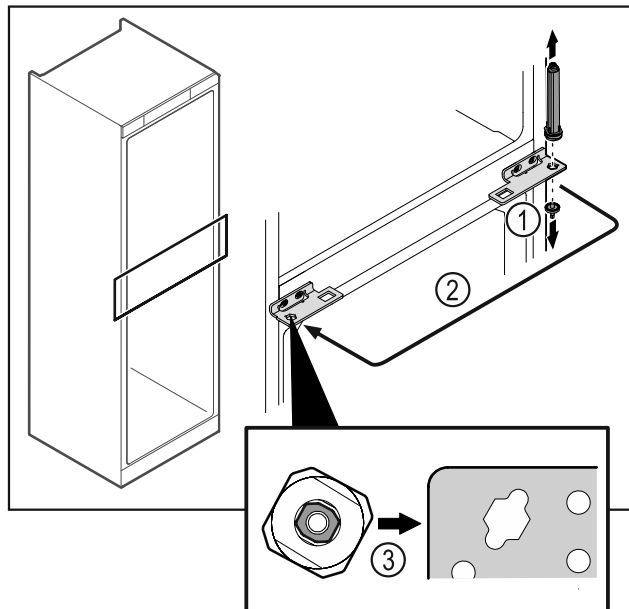

Fig. 44
- Odšroubujte čep závěsu Fig. 44 (1).
- Přesaďte uzavírací systém dvířek Fig. 44 (2).
- Při nasazování dbejte na správné vyrovnaní uzavíracího systému dvířek Fig. 44 (3).